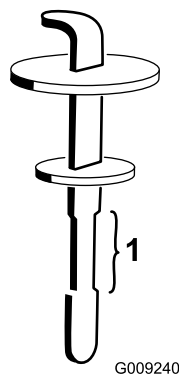

図 128
5. 補給口の首からディップスティックを抜き、ウェスできれいに拭う。もう一度首に差し込んで引き抜き、オイルの量を点検する**図 128**。